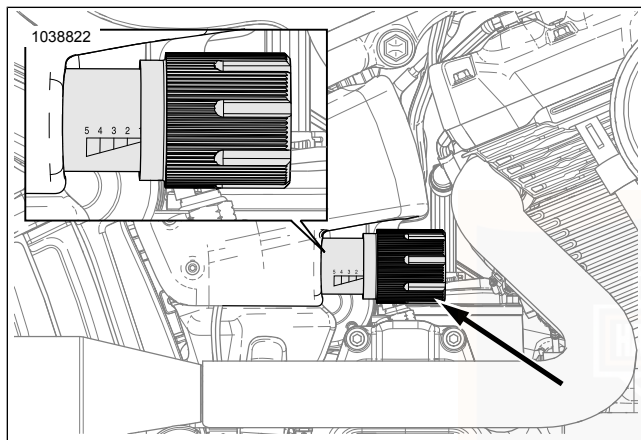

Figure 14. Bouton de réglage de la précharge
b. Insérer la languette de SPANNER WRENCH KIT (KIT DE CLÉ À ERGOT) (N° DE PIÈCE : 14900102) dans les fentes de l';;amortisseur arrière, tourner la came jusqu';;à ce que l';;indicateur (1) soit dirigé vers la valeur de précharge appropriée (2).
2. **Circuit hydraulique externe** : voir Figure 14.